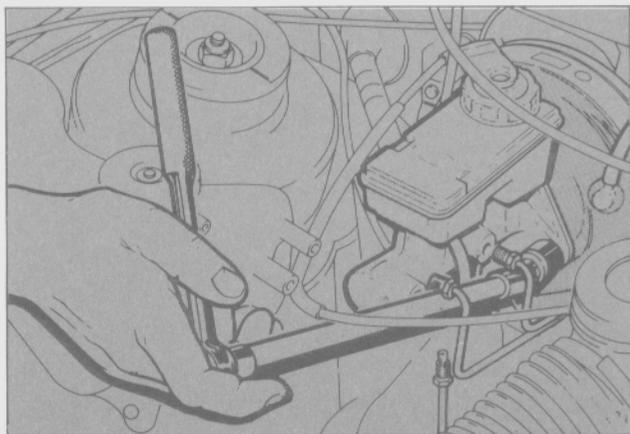

Fig. 48 - Extracción de las tuercas de fijación del cilindro maestro.
- Extraer las tuercas que aseguran el cilindro maestro al servofreno (Fig. 48).